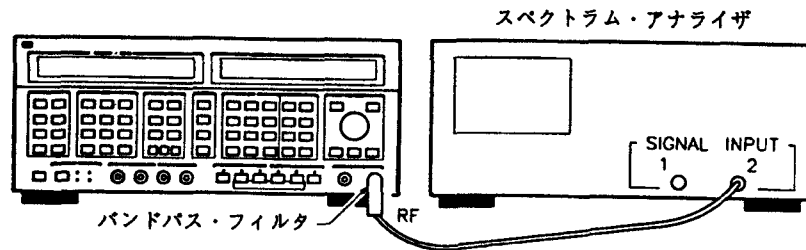

図 3-12. 掃引演習のための機器セットアップ
1. 図3-12のように本器をバンドパス・フィルタとスペクトラム・アナライザに接続します。機器に電源を投入し、スペクトラム・アナライザを以下のように設定します。